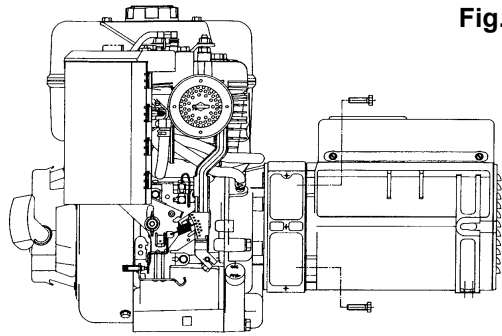

Fig. 2
-) Fissare il corpo macchina sulla flangia con le apposite viti M8 applicando una coppia di serraggio pari a  $17 \pm 7\%$  Nm (fig. 2).
-) Secure the alternator to the flange with proper M8 screws applying a tightening torque of  $17 \pm 7\%$  Nm (fig. 2).
-) Fixer le corps de la machine au flasque avec les vis M8 en appliquant un couple de serrage de  $17 \pm 7\%$  Nm (fig. 2).
-) Den Generator auf den Flansch mit den passenden Muttern und Schrauben M8 befestigen und mit einem Drehmoment von  $17 \pm 7\%$  Nm festziehen (abb. 2).
-) Fijar el cuerpo de la máquina a la brida con los tornillos M8 y aplicando un par de torque de  $17 \pm 7\%$  Nm (fig. 2).